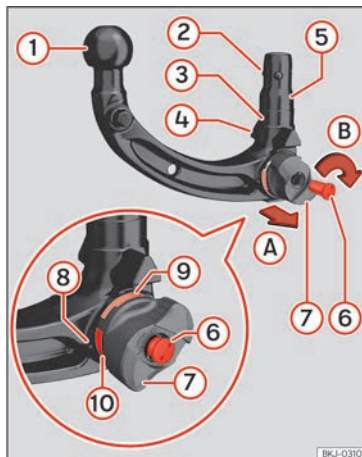

Abb. 153 Übersicht: Abnehmbare Anhängervorrichtung.
3. Die Schlossabdeckung »»» **[Abb. 153] 7** öffnen und den Schlüssel **6** in das Schloss stecken.
8. Das Handrad ⑧ lösen.